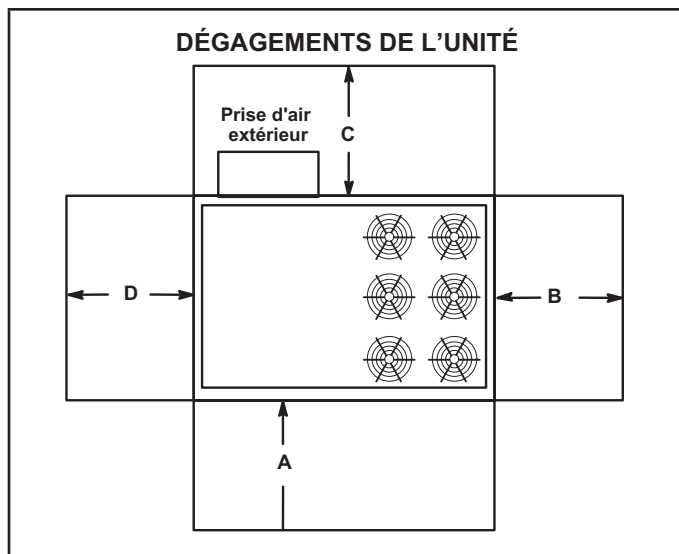

FIGURE 1
Voir FIGURE 1 et TABLEAU 1 pour les dégagements de l'unité.
- 2 - Les dégagements d'installation spécifiés doivent être respectés lors de l'installation de l'unité. Voir FIGURE 1.